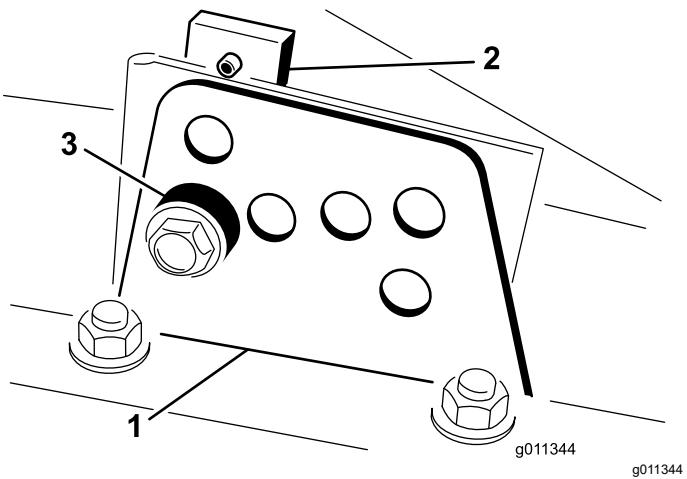

Figura 20
2. Povolte šroub upevňující jednotlivé držáky pro nastavení výšky sekání k desce nastavení výšky sekání (vpředu a na obou stranách) (viz Figura 20).
4. Podepřete komoru a odstraňte rozpěrku (**Figura 20**).